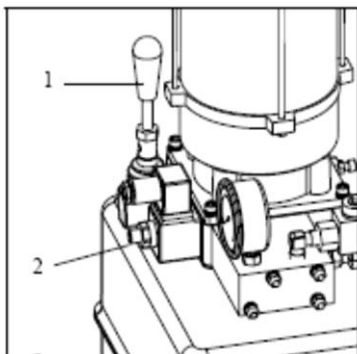

Рис. 13
- Ручным насосом 1(рис.13) немного приподнимите подъемник, чтобы снять механические защелки.